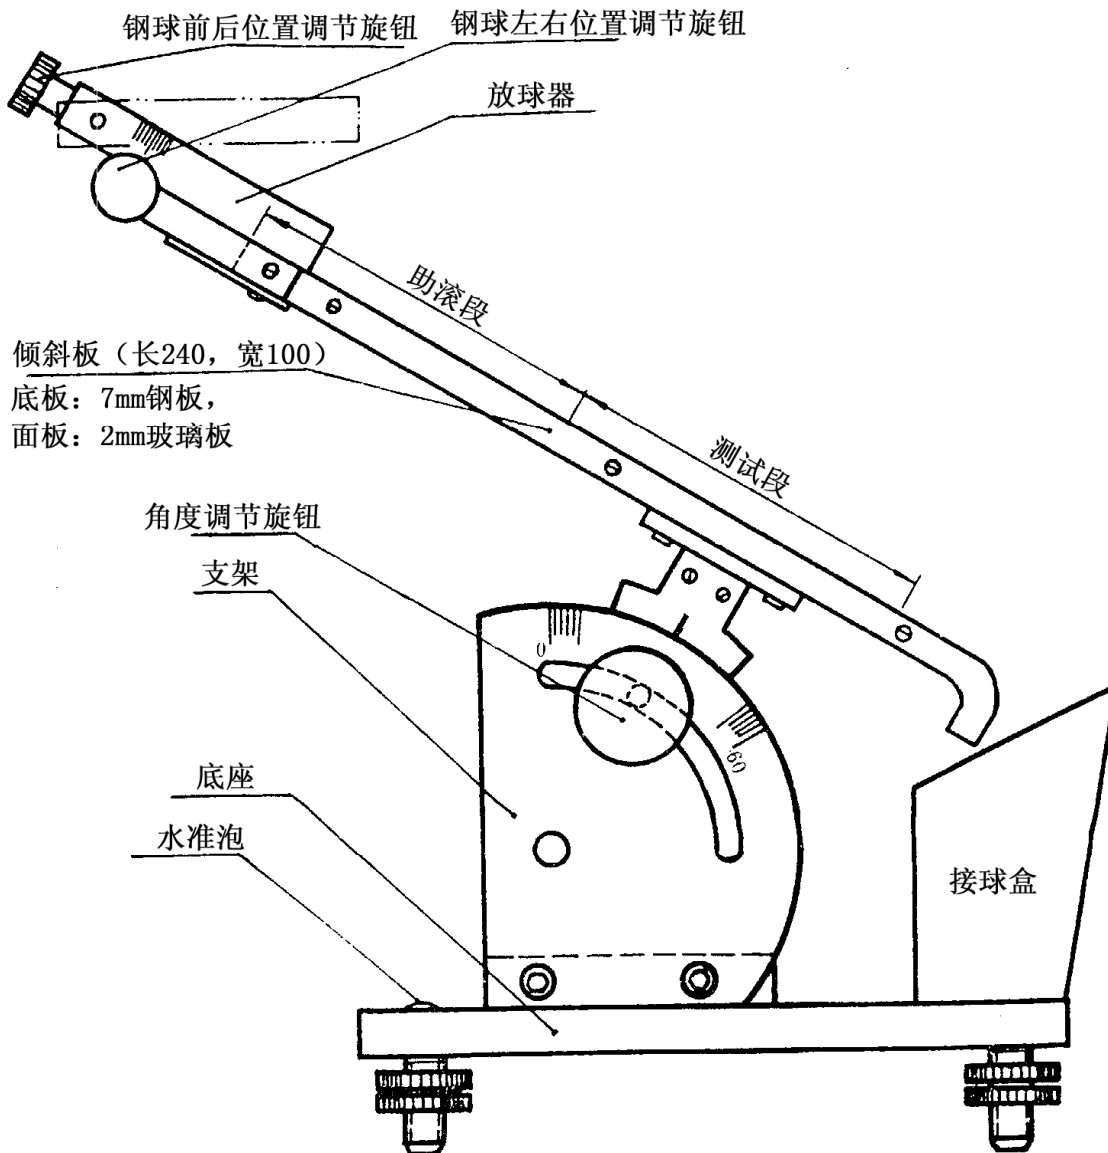

图1 斜面滚球装置
1、将 CZY-G 型初粘性测试仪水平放置在已调整到所要求试验环境下的试验箱内, 调节底座调节螺栓使水准泡位于圆的中心。除特殊规定外, 调整“角度调节旋钮”(见图 1) 将倾斜板的倾角调到  $30^{\circ}$ 。